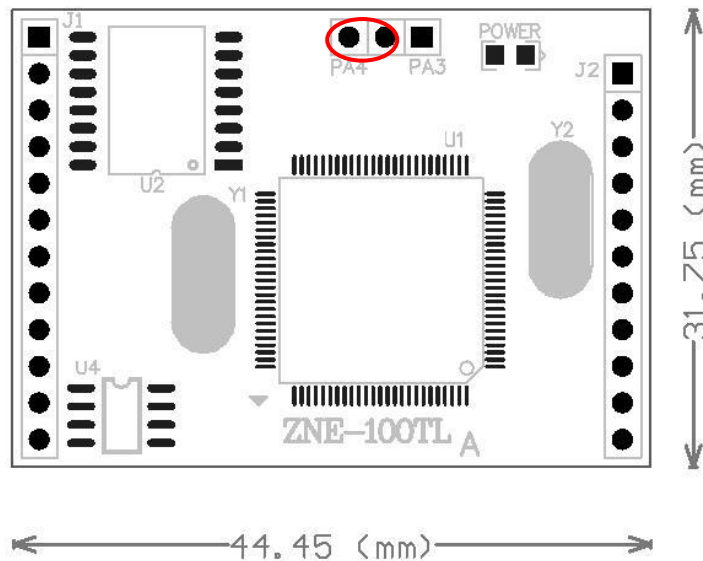

图 5.15 恢复出厂设置的跳线位置
- 首先按本章开头部分的说明，设置好 PC 机的网络配置。然后拔掉 ZNE-100TL+ 模块的供电电源，去掉电源后使用金属线或尖嘴镊子短接模块如图 5.15 的 PA4 一端的两个孔。